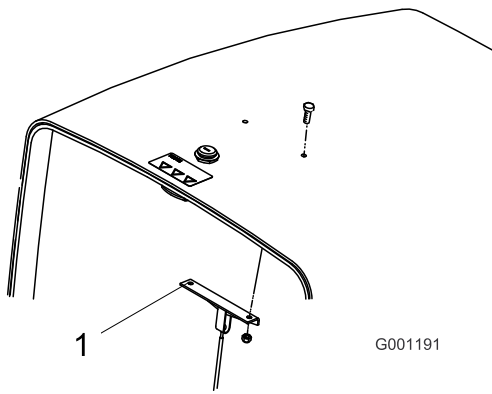

Figure 4
- Retirez les 2 vis et écrous de fixation du support du câble à l'intérieur du capot (Figure 4) et mettez-les au rebut.